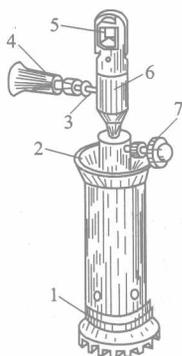

图 1-5 卤素检漏灯结构
(1) 卤素检漏灯 卤素检漏灯的结构如图 1-5 所示。它主要由底盖、烧杯、吸气软管、吸气管接头、火焰套、吸风罩、手轮（调节阀）等组成。